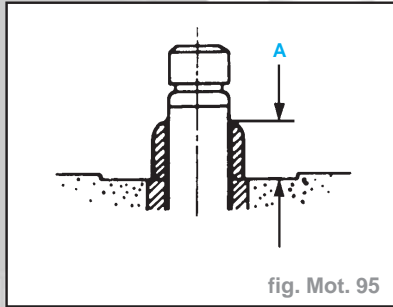

fig. Mot. 95
- Contrôler la cote de dépassement 'A' du guide de soupape au-dessus du plan de joint de la culasse à **13 mm** (fig. Mot. 95).